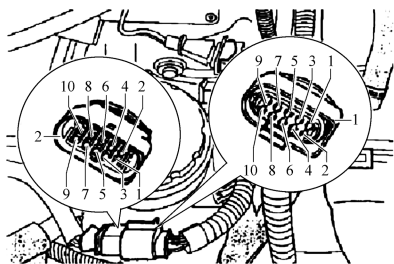

图 2-37 捷达电控分配泵线束插接器
1) 电控分配泵中的执行元件主要包括供油正时控制电磁阀、供油量控制电子调速器或电磁阀。捷达柴油电控分配泵线束插接器上有 10 个端子,端子 1、2、3 分别为油量控制滑套位置传感器 G149 的电源端、信号端和接地端子;端子 4 和 7 分别为燃油温度传感器的信号端子和接地端子;端子 5 和 6 分别为电子调速器的电源 12V 端子和控制端子;端子 8 为熄火断油电磁阀(通过壳体接地)的控制端子;端子 9 和 10 分别为正时控制电磁阀的控制端子和电源 12V。捷达柴油机电控分配泵线束插接器如图 2-37 所示(图中 1 是线束端子插头,2 为电控 VE 分配泵端插头)。